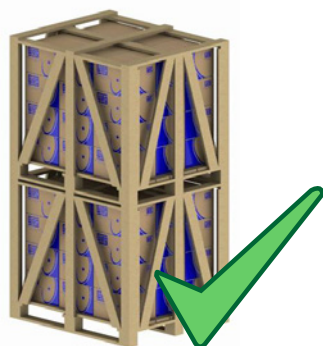
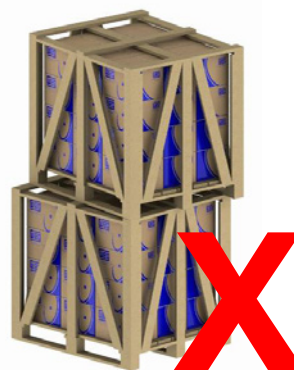

Рисунок 5.1 – Правильное штабелирование
Рисунок 5.2 – Неправильное штабелирование
- 2) Правильно выравнивайте упаковку (см. рис. 5.1 и рис. 5.2).